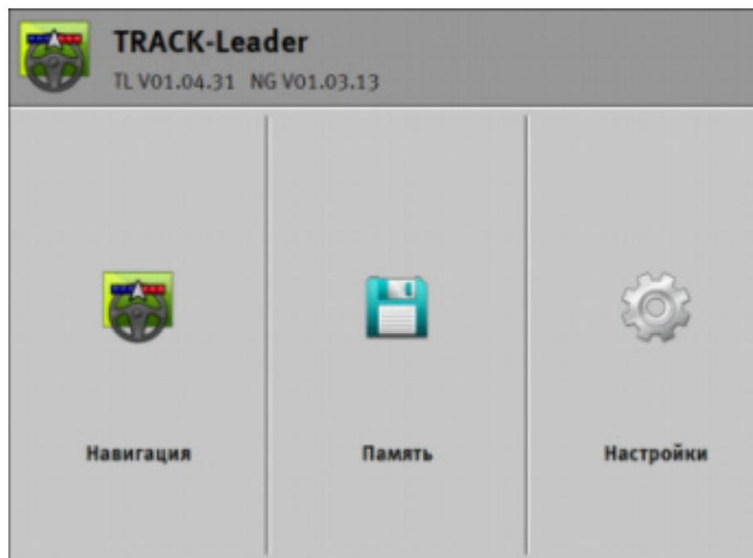

Рисунок 1.10 – Окно приложения TRACK-Leader
3. В меню выбора слева открыть приложение (рисунок 1.10).